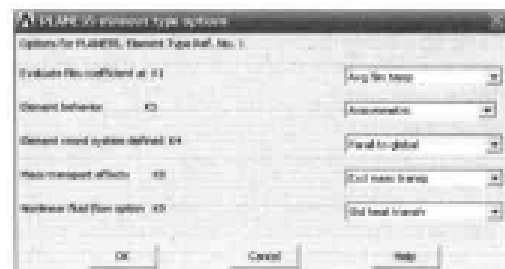

图 13-130 PLANE55 单元属性设置对话框
(3) 单击 Options 按钮, 出现 PLANE55 element type options, 在 Element behavior K3 下拉列表框中选择 Axisymmetric 选项, 如图 13-130 所示, 单击 OK 按钮关闭该对话框。单击 Element Types 对话框上的 Close 按钮关闭该对话框。